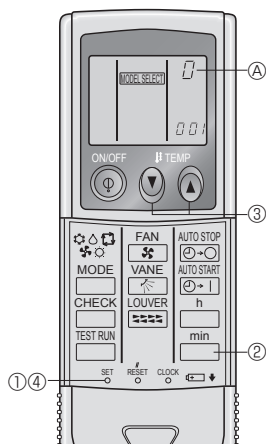

Fig. 6-4
4) Tildele en fjernkontroll til hver enhet (Fig. 6-4)